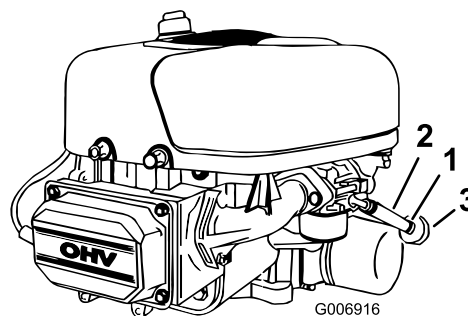

Figure 25
5. Ouvrez le capot et trouvez le filtre à carburant (Figure 25).
6. Pincez les extrémités du collier de fixation et poussez le collier en haut de la conduite d'alimentation, en direction du réservoir de carburant (Figure 25).
7. Débranchez la conduite d'alimentation du filtre (Figure 25) et laissez l'essence s'écouler dans un bidon ou un bac de vidange.
Le meilleur moment pour remplacer le filtre à carburant (Figure 25) est lorsque le réservoir à carburant est vide. Ne réinstallez jamais un filtre à carburant encrassé après l'avoir déposé de la conduite d'alimentation.
4. Pincez les extrémités des colliers et faites glisser ceux-ci pour les éloigner du filtre (Figure 25).